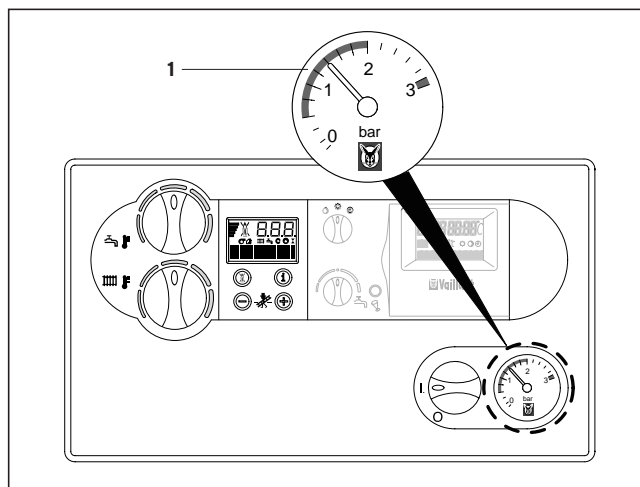

Fig. 3.15: Riempimento dell'apparecchio/impianto di riscaldamento
Ad impianto freddo la lancetta del manometro (1) deve trovarsi nell'intervallo tra 1,0 e 2,0 bar della pressione di riempimento (fig. 3.15). Qualora si trovasse al di sotto dei 0,75 bar, si prega di rabboccare con il corretto quantitativo d'acqua.